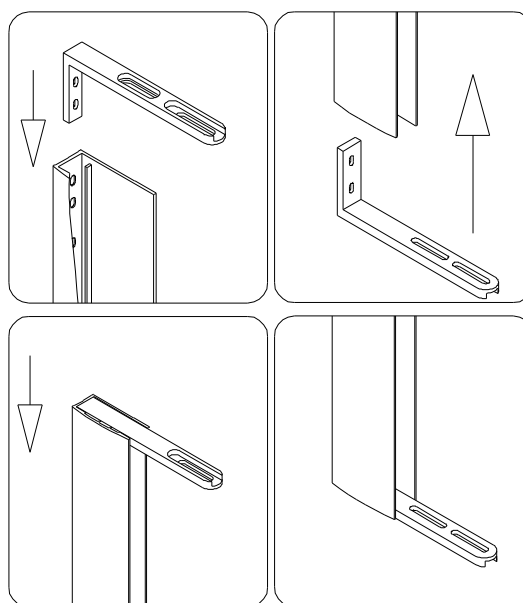

Рис. 2
2. Вставьте **Крепеж для штыревой петли (08)** в желоб верхнего и нижнего окончания **Наружнего профиля для стеклянной двери (01)**. Рис. 2